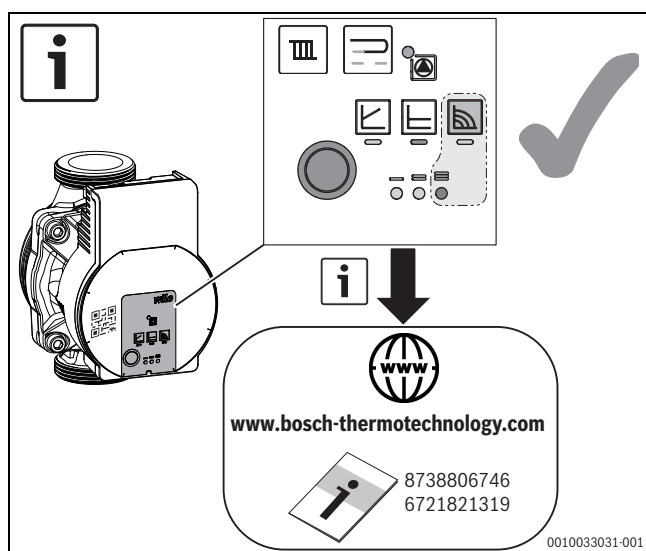

Fig. 11 Réglage de la pompe (exemple)
- Régler la pompe sur le niveau 3 (→ fig. 11).
- ▶ Régler la pompe sur le niveau 3 (→ fig. 11).